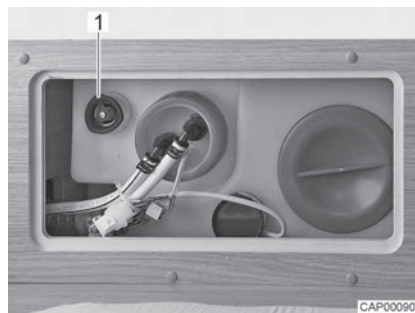

Fig. 109 Serbatoio dell'acqua con maniglia girevole
- Sul serbatoio dell'acqua, ruotare la maniglia girevole (Fig. 109,1) in senso orario fino all'arresto.
- Sul serbatoio dell'acqua, ruotare la maniglia girevole (Fig. 109,1) in senso antiorario fino all'arresto. L'acqua fuoriesce fino a ca. 20 litri.